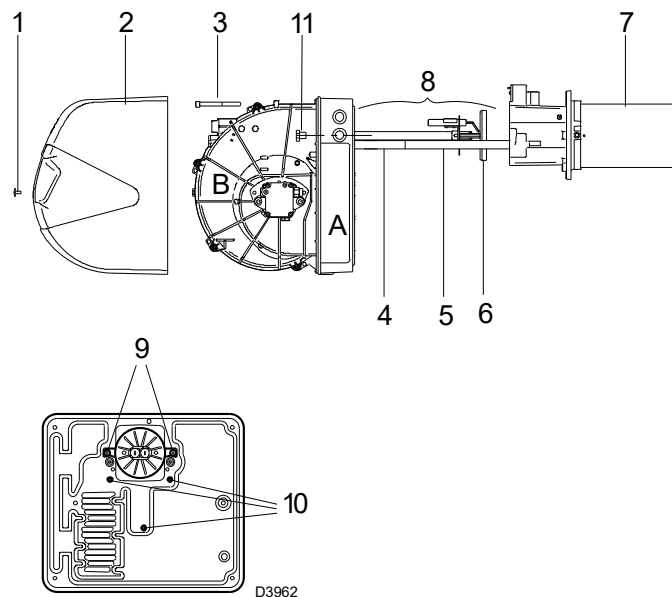

Fig. 31
Hvis det er nødvendigt at udføre vedligeholdelse på el-tavlen A)(Fig. 31), skal du blot fjerne blæserenheden B)(Fig. 31) for let adgang til de elektriske komponenter.
Med brænderen åben som i Fig. 31, frakobles elektrokablerne og hovedsamlingen 8)(Fig. 31) fjernes ved at skrue de to skruer 9)(Fig. 31) ud.
Frakobl kablerne til blæsermotoren, fjern de 3 skruer 10)(Fig. 31) på beskyttelsespladen og de to skruer 11)(Fig. 31) og fjern blæserenheden B)(Fig. 31) fra føringerne 4) - 5)(Fig. 31).
Endelig er det muligt at bruge to af de tre skruer 10)(Fig. 31) til at fastgøre el-tavlen til kanalen på de punkter, der er angivet i Fig. 29, og udføre vedligeholdelsesindgrebene.
- Fjern skruen 1)(Fig. 31) og træk hættan 2) ud;